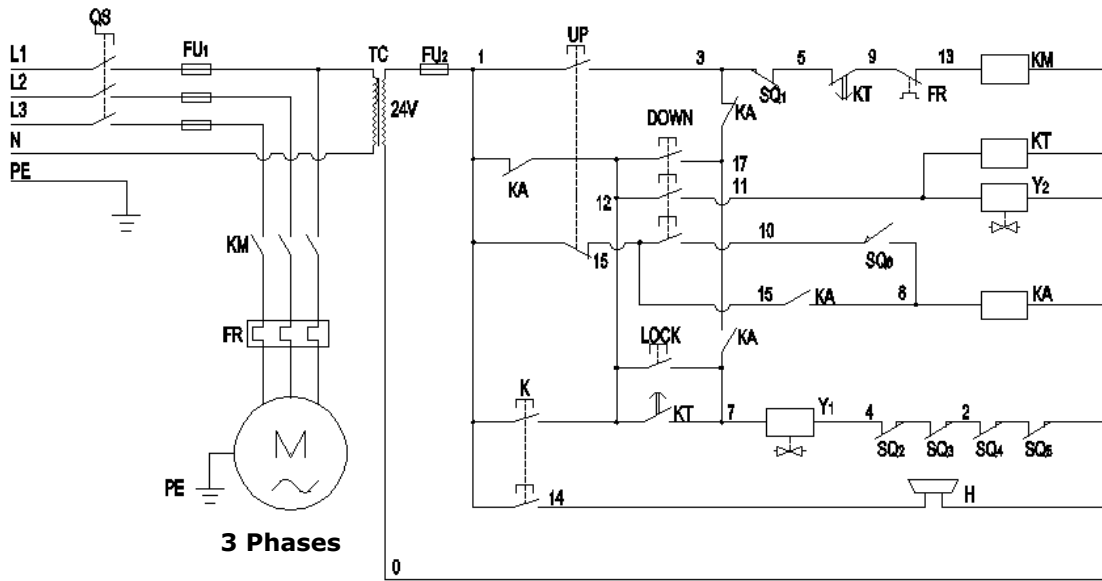

Fig. 37
6.3 380V Circuit diagram (See Fig. 37).